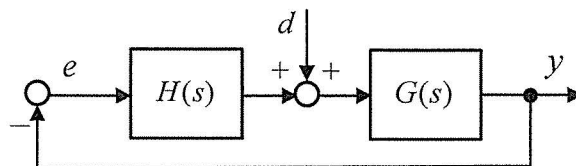

Fig.7-3
(3) Fig.7-3に示すシステムにおいて、正弦波外乱 $d(t) = \sin t$ が加わるものとする。 $G(s) = 2/(s+1)$ とするとき、以下の問いに答えよ。